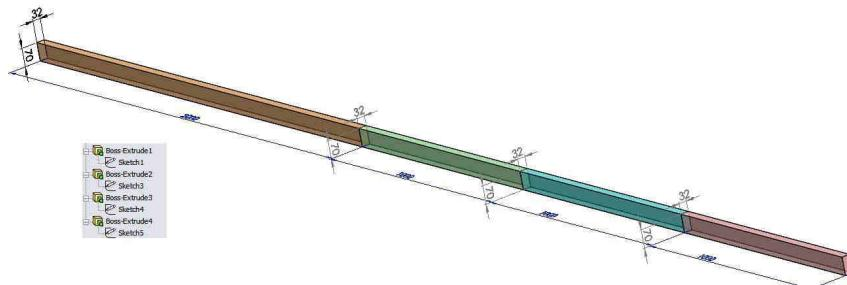

Fig. 6.5
Dreptunghiul 700x32 mm va fi extrudat pe distanță de 1000 mm, generând un al doilea paralelipiped 70x32x1000, fig. 6.5.
The 70x32 rectangle is extruded on 1000 mm to generate a second box 700x32x1000, fig. 6.5.
- Se va repeta operația de creare schiță și extrudare dreptunghi 70x32 de încă două ori, pentru a genera în total trei paralelipipezi 70x32x1000, fig. 6.5.
- The two operations: creation of the 70x32 rectangle sketch and extrusion of the 70x32x1000 rectangle will be repeated twice to generate three 70x32x1000 boxes, fig. 6.5